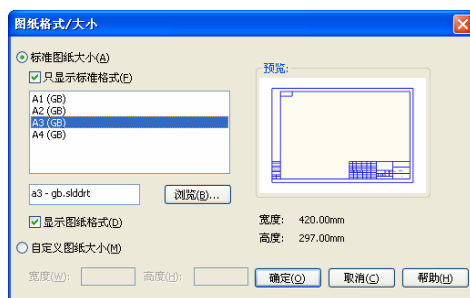
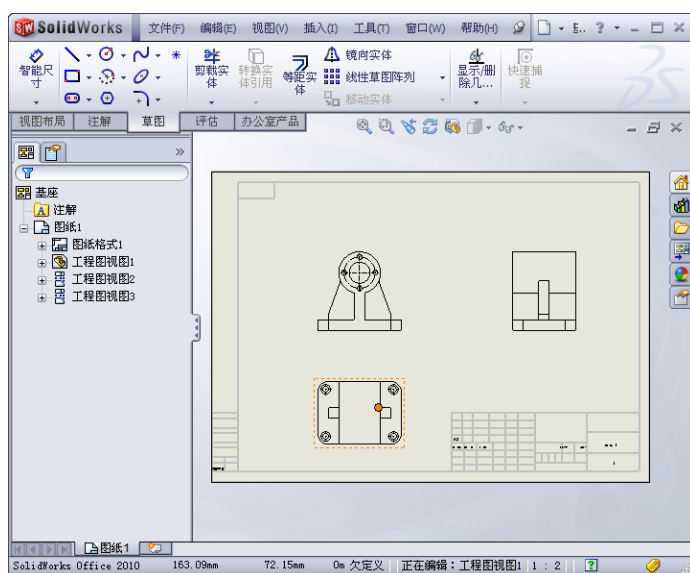

图 14-2 “图纸格式/大小”对话框
图 14-3 工程图工作界面
- ② 选择工程图文件。在对话框中选择“工程图”图标，然后单击“确定”按钮。
- ③ 设置图纸格式。系统弹出如图 14-2 所示的“图纸格式/大小”对话框。
④ 进入工程图工作界面。在图 14-2 中选择需要的图纸格式，然后单击“确定”按钮，进入工程图的工作界面，如图 14-3 所示。